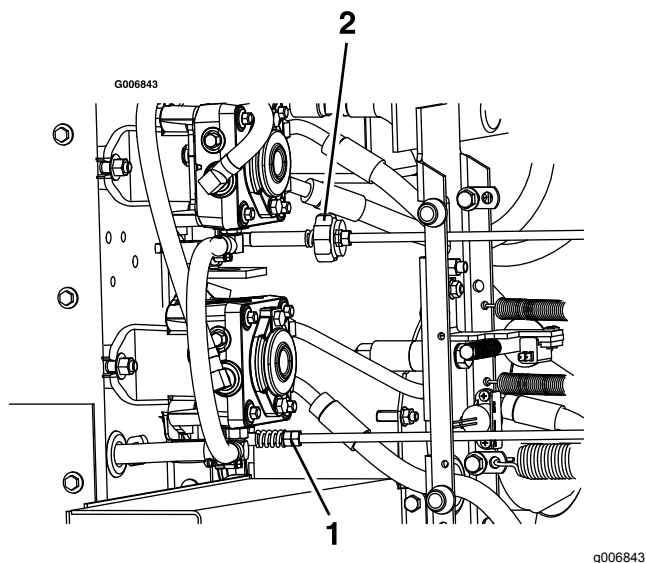

Figura 65
9. Per raggiungere la posizione di FOLLE, regolate i collegamenti dell'asta di controllo della pompa destra e sinistra che collega il comando dello sterzo ai bracci di controllo pompa finché le ruote non si fermano o avanzano in folle leggermente in retromarcia (Figura 65).
11. Regolate la tiranteria della pompa di destra utilizzando una chiave per girare i doppi dadi sul gruppo (Figura 65).